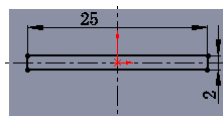

图 14.3.5 横断面草图
② 定义横断面草图。在草图环境中绘制图 14.3.5 所示的横断面草图。
③ 选择下拉菜单 **插入(I)** → **退出草图** 命令，退出草图环境，此时系统弹出“凸台—拉伸”对话框。
(3) 定义拉伸深度属性。
① 定义深度方向。采用系统默认的深度方向。
② 定义深度类型和深度值。在“凸台—拉伸”对话框 **方向1** 区域的下拉列表中选择 **给定深度** 选项，在 **D1** 中输入深度值 1.0。选中 **合并结果(M)** 复选框。
(4) 单击 **✓** 按钮，完成凸台—拉伸 2 的创建。